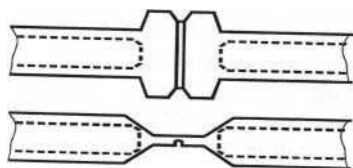

Рис.2. Вид запаянного шва
9.3. Извлеките магистраль из запаивающей головки и проконтролируйте качество запаянного шва на соответствие рис. 2. Аппарат готов к следующему запаиванию.